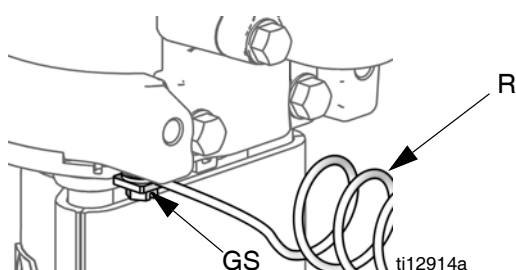

FIG. 2. Jordskrue og kabel
1. Pumpe: Se FIG. 2. Sørg for, at jordskruen (GS) er monteret og ordentligt fastspændt på luftmotoren. Slut den anden ende af jordledningen (R) til en sikker jordforbindelse.